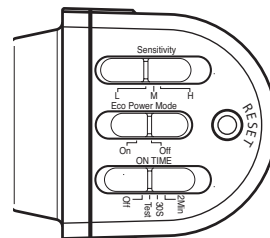

Figure 4
- Pour une installation sous l'avant-toit, assurez-vous que le capteur est situé à l'opposé du mur du bâtiment (voir la page 20). Faites pivoter le détecteur de sorte que les commandes situées sur le dessous du détecteur (voir la Figure 4) soient face au sol.
IMPORTANT : Tournez le commutateur ON-TIME au bas du capteur en position OFF et laissez la pile se charger pendant 3 à 7 journées de plein soleil avant de faire les essais (voir la Figure 4).
1. Placez le commutateur de sensibilité (SENS) en position « L », le commutateur de fonctionnement (ON-TIME) en position TEST et le commutateur ECO POWER MODE en position OFF (voir la Figure 4).
- Bouton de réinitialisation (voir la Figure 4) : utilisez un trombone et appuyez sur le bouton de réinitialisation pendant 15 secondes pour réinitialiser la lumière.